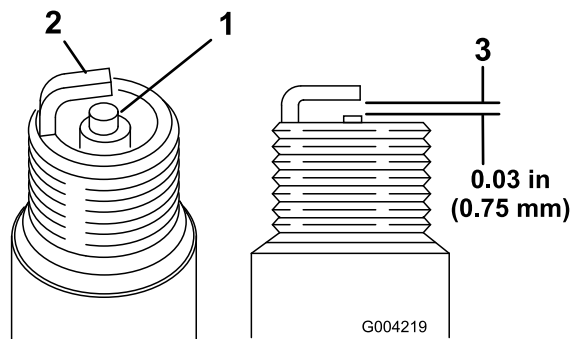

图16
1. 查看两个火花塞的中心（图16）。如果您看到绝缘体上有浅棕色或浅灰色涂层、说明发动机运行正常。如果绝缘体上的涂层为黑色、则通常意味着空气滤清器已变脏。
2. 检查中心电极与侧电极之间的间隙（图16）。
3. 如果间隙不正确，请弯转侧电极（图16）。